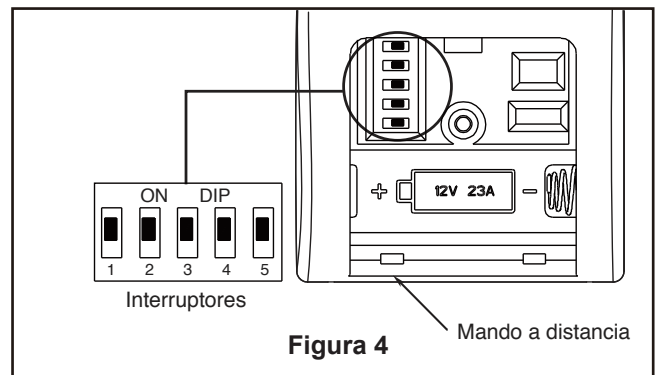

Figura 4
- Una vez realizadas las conexiones, gire los conductores hacia arriba y, con cuidado, colóquelos dentro de la caja de salida, con los conductores blancos y verdes hacia un lado y los conductores negros hacia el otro. (Figura 4)
4. Instale el conector de 2 clavijas desde ensamble de kit de luz conexión a la unidad del motor. (Figura 4)
4. Para configurar el código del mando a distancia, mueva los interruptores de código hasta colocar el código de selección en la posición arriba o abajo. Con un destornillador pequeño o con una lapicera (no se incluye) deslice firmemente hacia arriba o hacia abajo. (Figura 4)